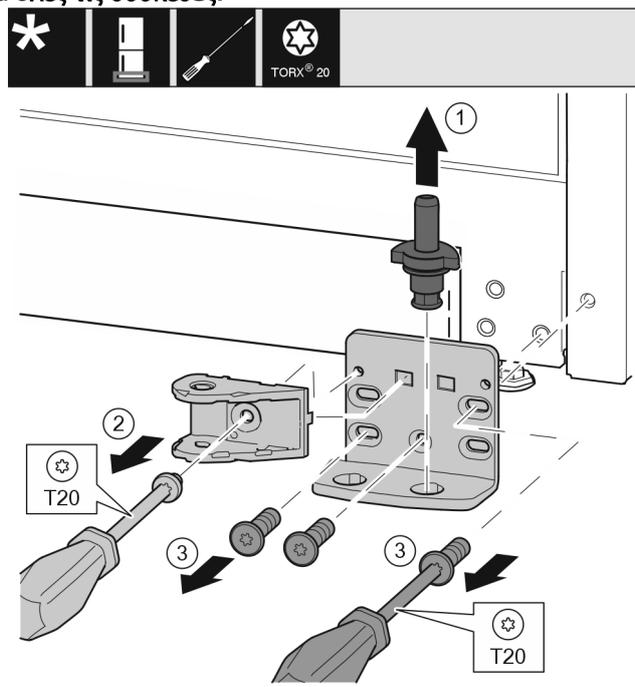

Fig. 34 \*
- ▶ Τραβήξτε έξω ολόκληρο τον πείρο προς τα επάνω. Fig. 34 (1)\*
- ▶ Ξεβιδώστε τη βίδα με κατσαβίδι T20 και αφαιρέστε τη σύνδεση του αποσβεστήρα κλεισίματος. Fig. 34 (2)
- ▶ Ξεβιδώστε τις βίδες με κατσαβίδι T20 και αφαιρέστε το στήριγμα. Fig. 34 (3)\*